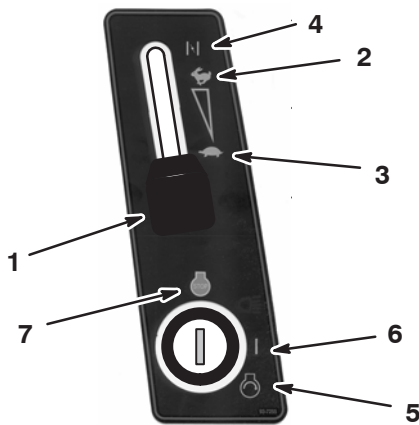

Bild 11
6. Stellen Sie den Gasbedienungshebel auf Langsam (Bild 11).
7. Drehen Sie den Zündschlüssel nach rechts und halten ihn auf Start (Bild 11). Lassen Sie den Schlüssel sofort los, wenn der Motor anspringt.
8. Schieben Sie den Gasbedienungshebel, sobald der Motor angesprungen ist, langsam auf Schnell (Bild 11).
1. Stellen Sie den Gasbedienungshebel auf Langsam (Bild 11).
2. Drehen Sie den Zündschlüssel auf „Aus“ (Bild 11).